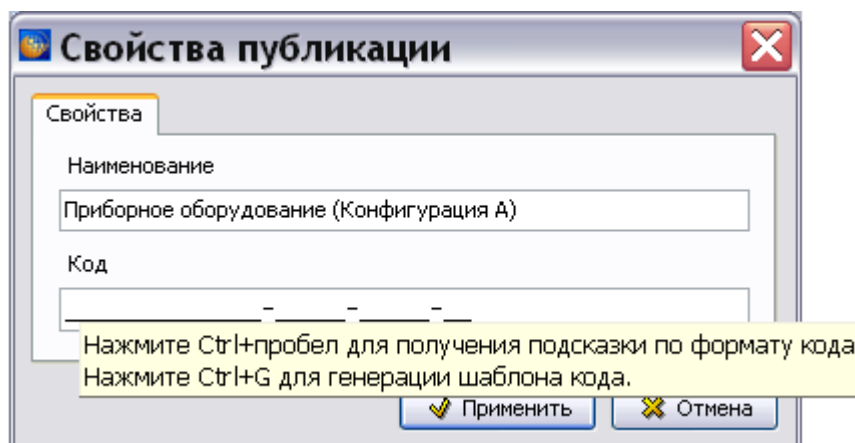

Рис. 18.8
4. В поле **Наименование** введите наименование публикации «Приборное оборудование (Конфигурация А)» (Рис. 18.8).
5. Поле **Код** предназначено для ввода кода публикации. В поле **Код** показан шаблон кода. В шаблон автоматически подставляются значения идентификационного кода модели (MI) и CAGE кода организации-разработчика (если он задан в шаблоне проекта). Номер публикации (третья часть кода) задается как значение, следующее за максимальным значением для текущего MI кода и CAGE кода (если они заданы). В рассматриваемом примере номер публикации «00001», так как это первая создаваемая публикация. Значения доступны для редактирования.
При наведении курсора на область поля ввода кода появится всплывающая подсказка (Рис. 18.8).